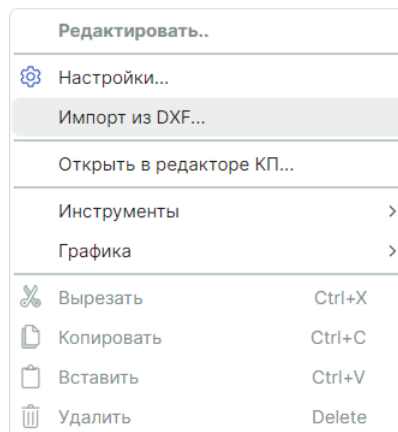

Рис. 15 Вызов импорта из контекстного меню
2. Из контекстного меню при выборе пункта «Импорт из DXF...», см. Рис. 15.